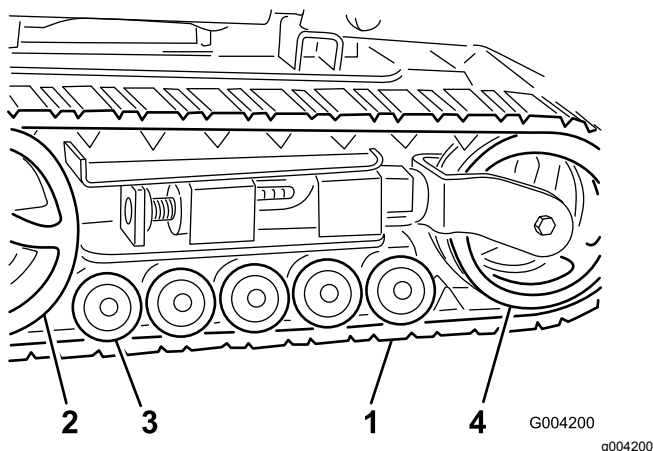

Рисунок 43
**Внимание:** Убедитесь, что опорные катки, натяжное колесо, и ведущая звездочка полностью очищены (Рисунок 43). Очищенные опорные катки должны свободно вращаться.